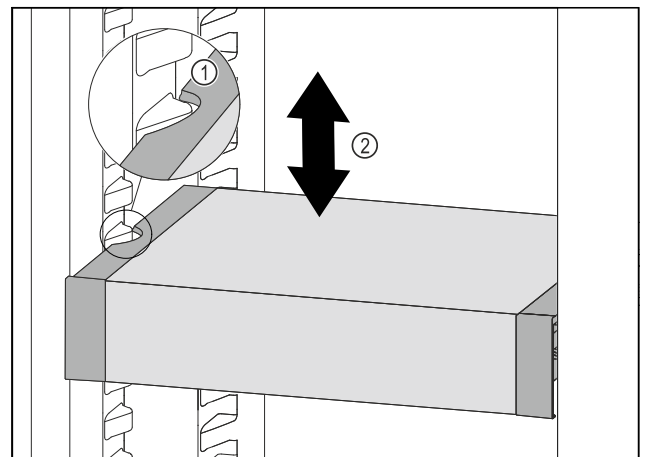

Fig. 100
- VarioSafe nach vorne ziehen, bis sich die seitlichen Aussparungen des VarioSafes auf Höhe der Behälterrippe im Kühlteil befinden. Fig. 100 (1)
- VarioSafe im Kühlteil nach oben oder unten bewegen, bis gewünschte Höhe erreicht ist. Fig. 100 (2)